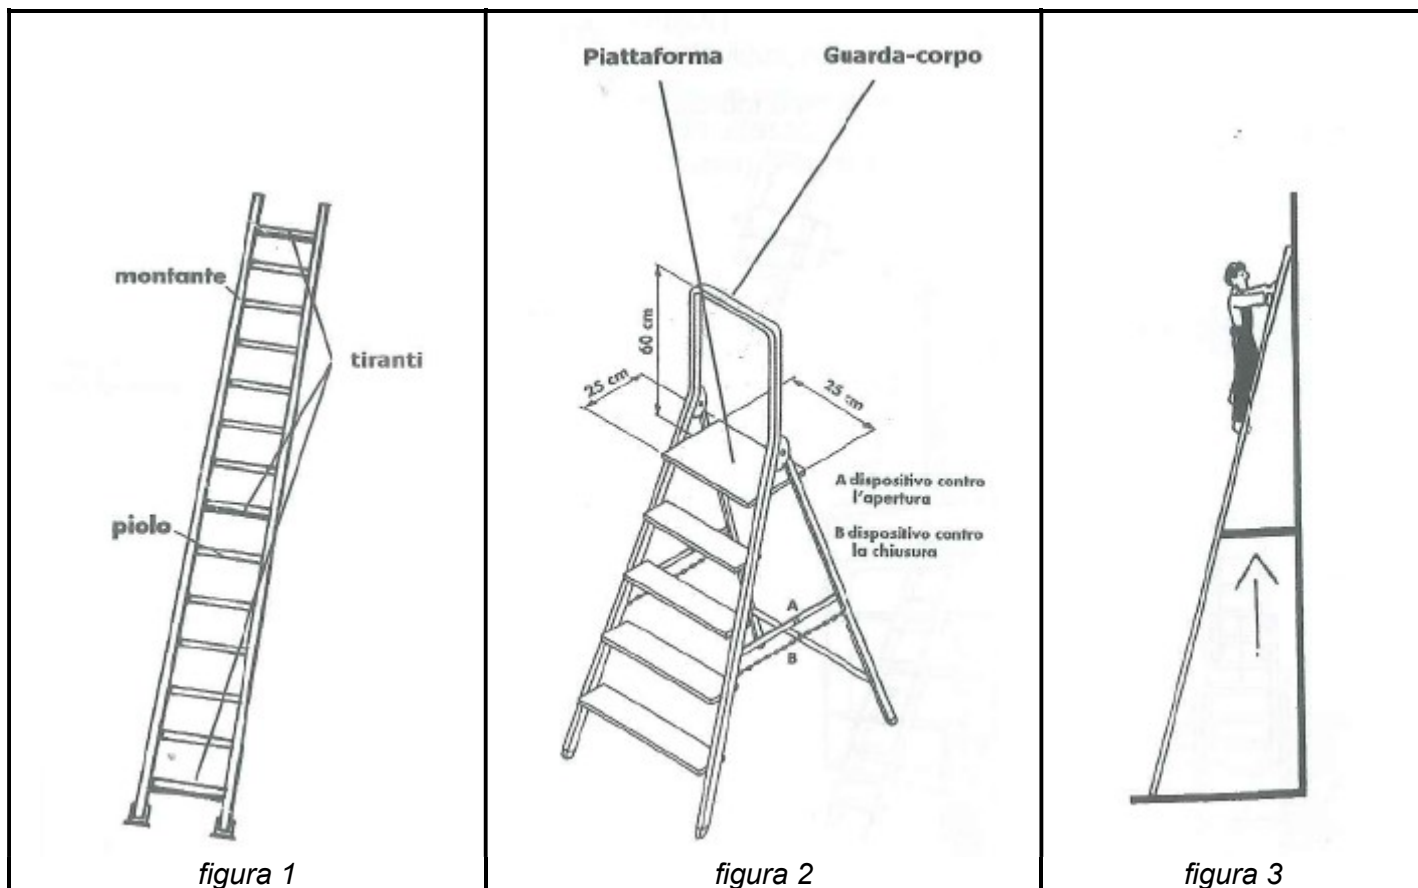

figura 5
- in tutti i casi devono essere provviste di dispositivi antisdrucchiolo (figura 4), in genere di gomma o plastica zigrinata, alle estremità inferiori dei due montanti e di elementi di trattenuta o di appoggi antisdrucchiolvoli alle estremità superiori (figura 5).